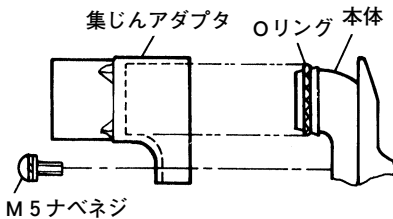
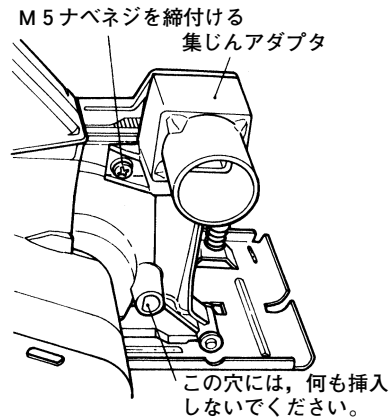

図 23
図 24
(2) 図23、図24に示すように、集じんアダプタを本体に取付け、M5ナベネジを締付け、固定します。